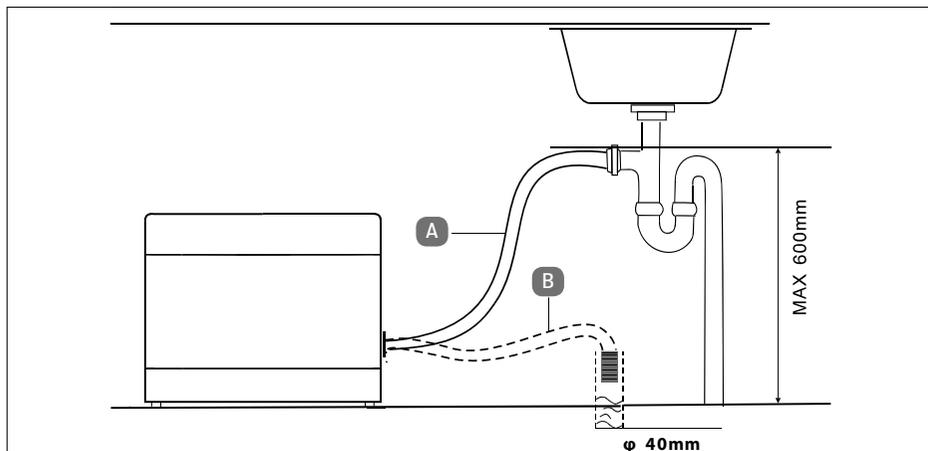

Fig. 6
- Conecte la manguera de vaciado con el sifón (para lavadoras) de la tubería de desagüe situada debajo del fregadero. Procure que la manguera de vaciado tenga una inclinación suficiente. El aparato debe situarse, como mínimo, 4 cm por encima del desagüe (véase **fig. 6, A**).
- ▶ También puede dirigir la manguera de desagüe a una tubería de desagüe. Enganche la manguera en la tubería de desagüe de modo que no pueda soltarse y el agua pueda fluir hacia abajo directamente sin impedimentos (véase **fig. 6, B**).